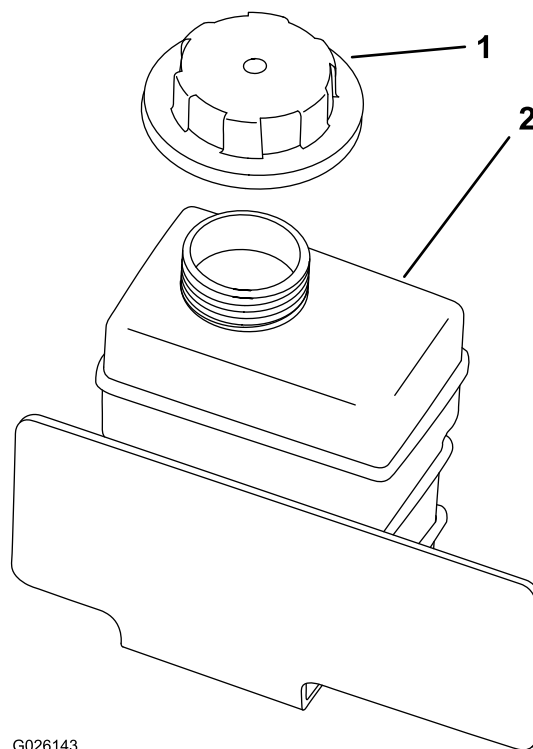

Figura 55
4. Retire el tapón del depósito auxiliar (Figura 55).
8. Llene lentamente el depósito auxiliar de refrigerante hasta que el nivel llegue al borde inferior del cuello de llenado (Figura 55).
9. Instale el tapón del depósito auxiliar (Figura 55).